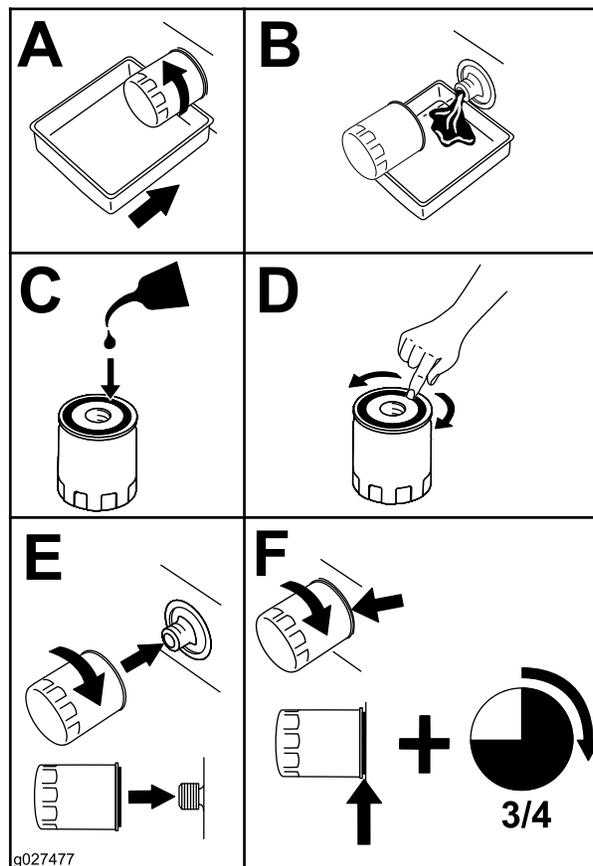

Figura 54
2. Substitua o filtro do óleo do motor (Figura 54).